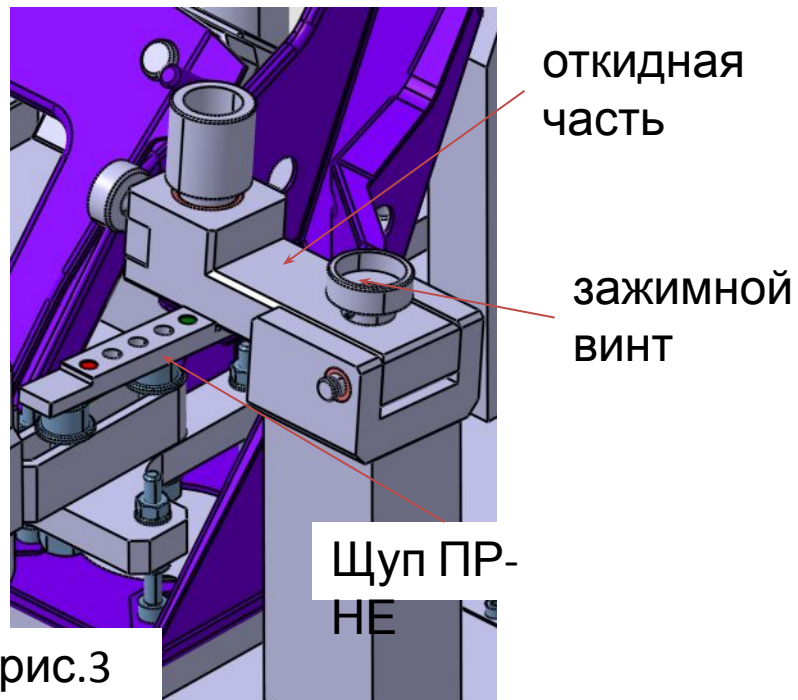

рис.3
- Откидную часть стойки установить в положение для контроля (рис.3). Зафиксировать зажимным винтом. Щупом ПР-НЕ проверить зазор между нижней поверхностью откидной части и кронштейном. (контроль размера  $114,2 \pm 0,5$ ).